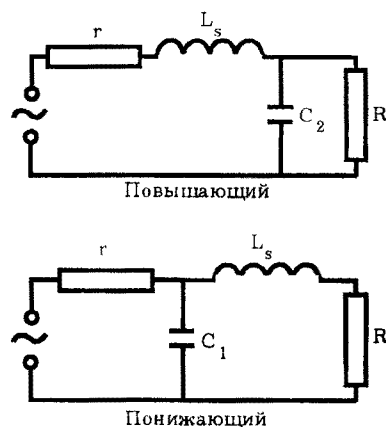

Рис. 7. Два возможных упрощенных эквивалента для ориентировочного расчета точки ВЧ перегиба — для повышающего или понижающего трансформаторов соответственно
Мы доберемся до поведения трансформатора на ВЧ позднее, а сейчас индуктивность рассеяния приводит к спаду в 3 дБ, когда общее индуктивное сопротивление равняется последовательной сумме r и R , а не параллельной. Первичная индуктивность уже не имеет никакого значения, так что мы убираем ее из схемы (рис. 7). С 2 кОм-ным источником индуктивность рассеяния будет производить спад на 3 дБ, когда ее индуктивное сопротивление составит 10 кОм.
**** Из формулы, определяющей полюс интегрирующего звена (см. рис. 7) $f = \frac{1}{2\pi RC_1}$; При одинаковом в обоих случаях C_1 ,
Подобные решения можно использовать для задержки анодного напряжения, однако учтите, что в этом случае требуется реле с высоковольтными контактами (рис. 7, 8).